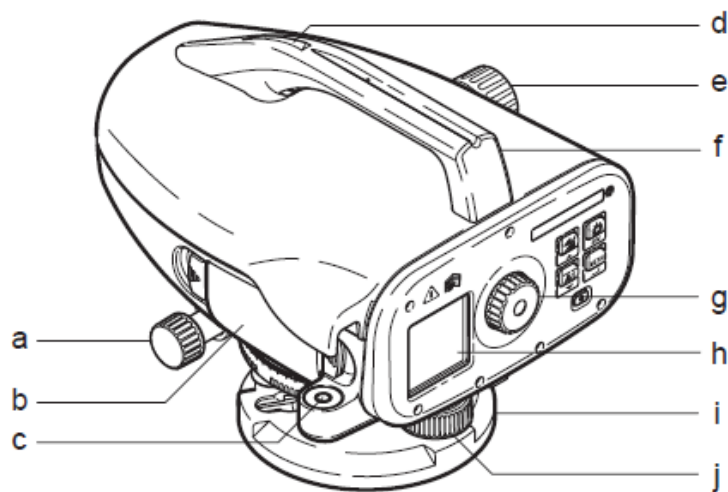

Рисунок 6.1 – Компоненти електронного нівеліра
1. Вивчення будови приладу, призначення його конструктивних елементів (рис. 6.1) та технічних характеристик (табл. 6.1).